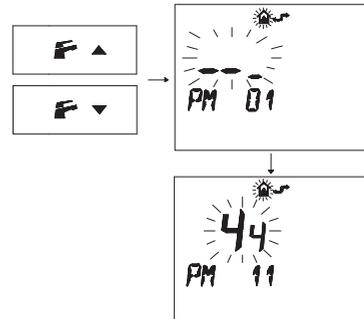

Figura 5.47
- Premere i pulsanti  o  per visualizzare la programmazione "**PM11**" della postcircolazione pompa (Figura 5.47).